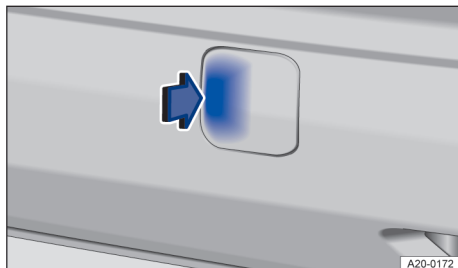

Fig. 187 În bara de protecție dreapta-spate: demontarea capacului.
La autovehicule fără dispozitiv de remorcare montat din fabrică, suportul pentru inelul de remorcare demontabil se află în dreapta spate, în bara de protecție, sub un capac → fig. 187.
2. Pentru a desprinde blocarea capacului, apăsați în sensul săgeții pe zona marcată a capacului → fig. 187.